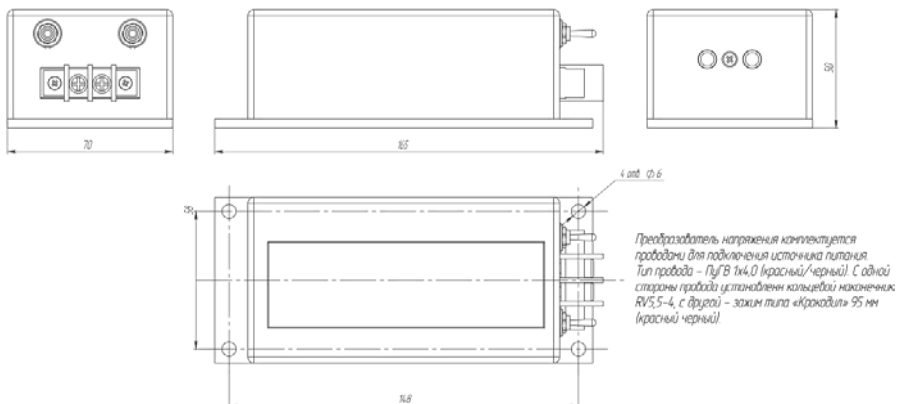
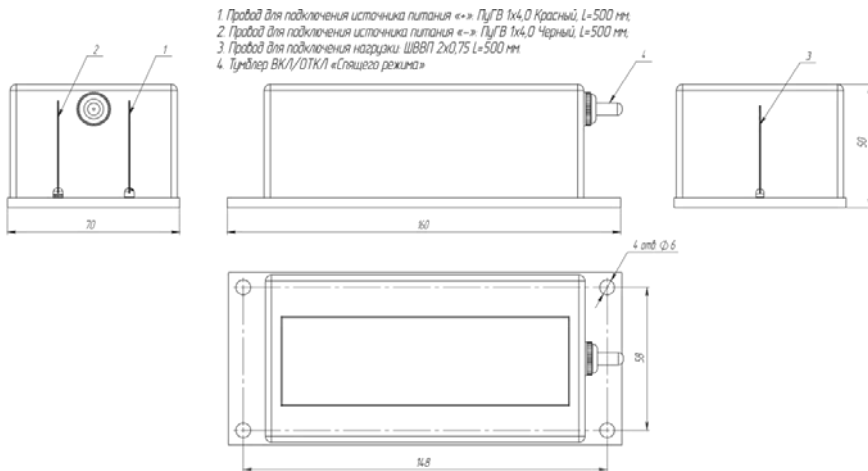

Рис.2 – Габаритно-присоединительные размеры преобразователя ИС2-XX-300(П)
Рис. 3 – Габаритно-присоединительные размеры преобразователя ИС2-XX-300ГМ
9.6 Внешний вид преобразователей серии ИС2 представлен на рис.2 и рис.3